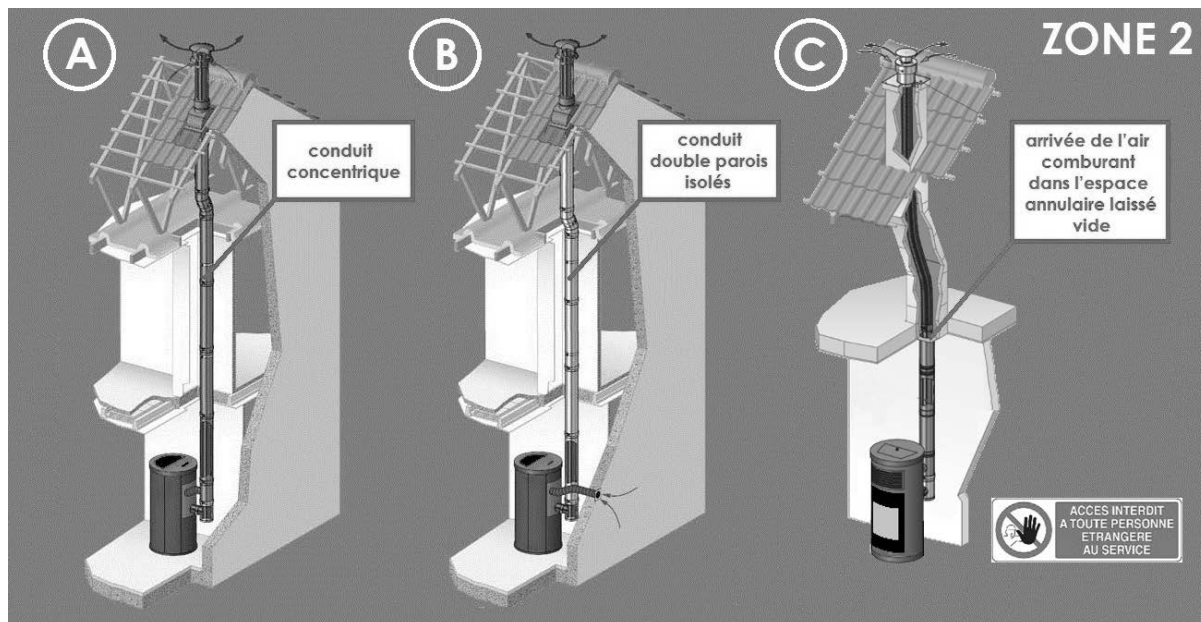

Fig. 10 - Schéma de principe des 3 types de système concentrique avec terminal vertical (ZONE 2)
Voir également le schéma des positions des terminaux sur, voir **Fig. 10**.
ATTENTION : exception sur le prélèvement d'air comburant de l'espace interstitiel du conduit concentrique (C). CADEL et FREEPOINT n'autorisent pas que l'on prélève de l'air comburant de l'espace annulaire laissé vide dans le cas d'un tubage de conduit maçonné comme suggéré dans le schéma dans **Fig. 10**, cas (C).